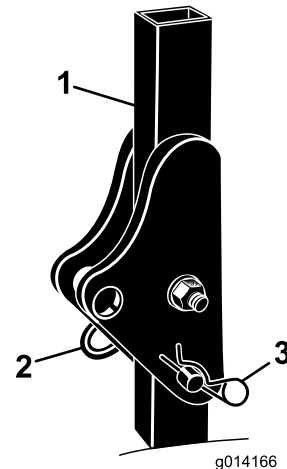

Bild 5
1. Nehmen Sie die beiden Splinte und die beiden Stifte vom Überrollbügel ab (Bild 5).
2. Heben Sie den Überrollbügel in die aufrechte Stellung und sichern Sie ihn mit den beiden Stiften und den beiden Splinten (Bild 5).